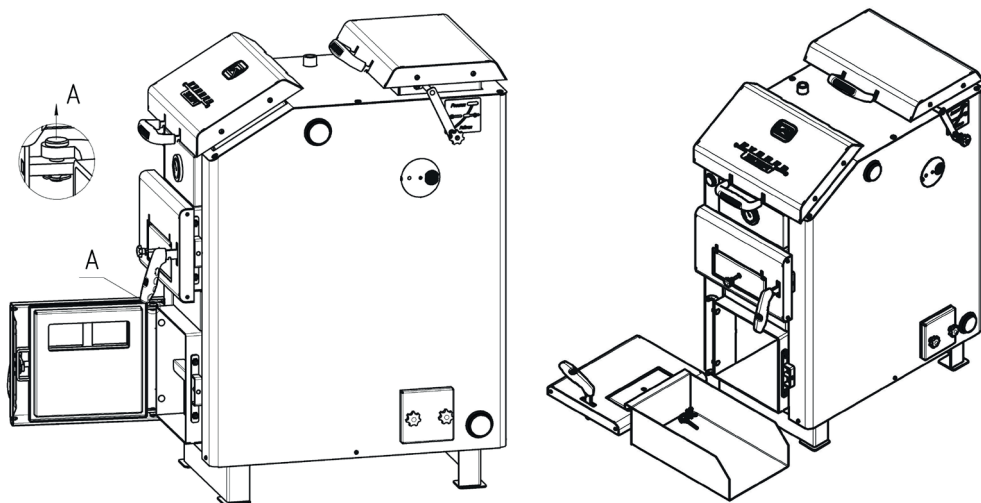

Рисунок 5 - Подготовка котла
1. Подготовить котёл к установке горелочного устройства (Рис. 5)